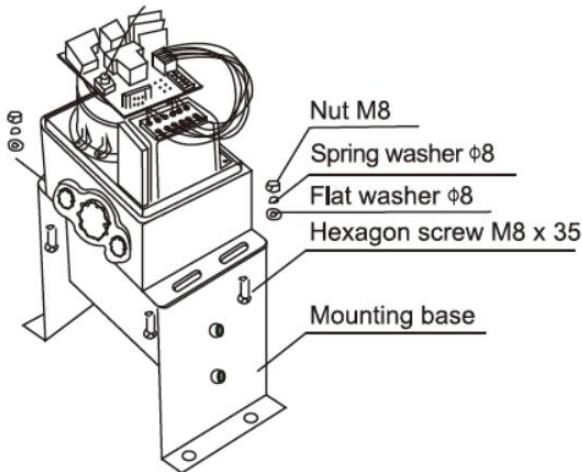

Abbildung 6
- c) Montieren Sie den Maschinenmotor wie in Abbildung 6 gezeigt an der Montagebasis.